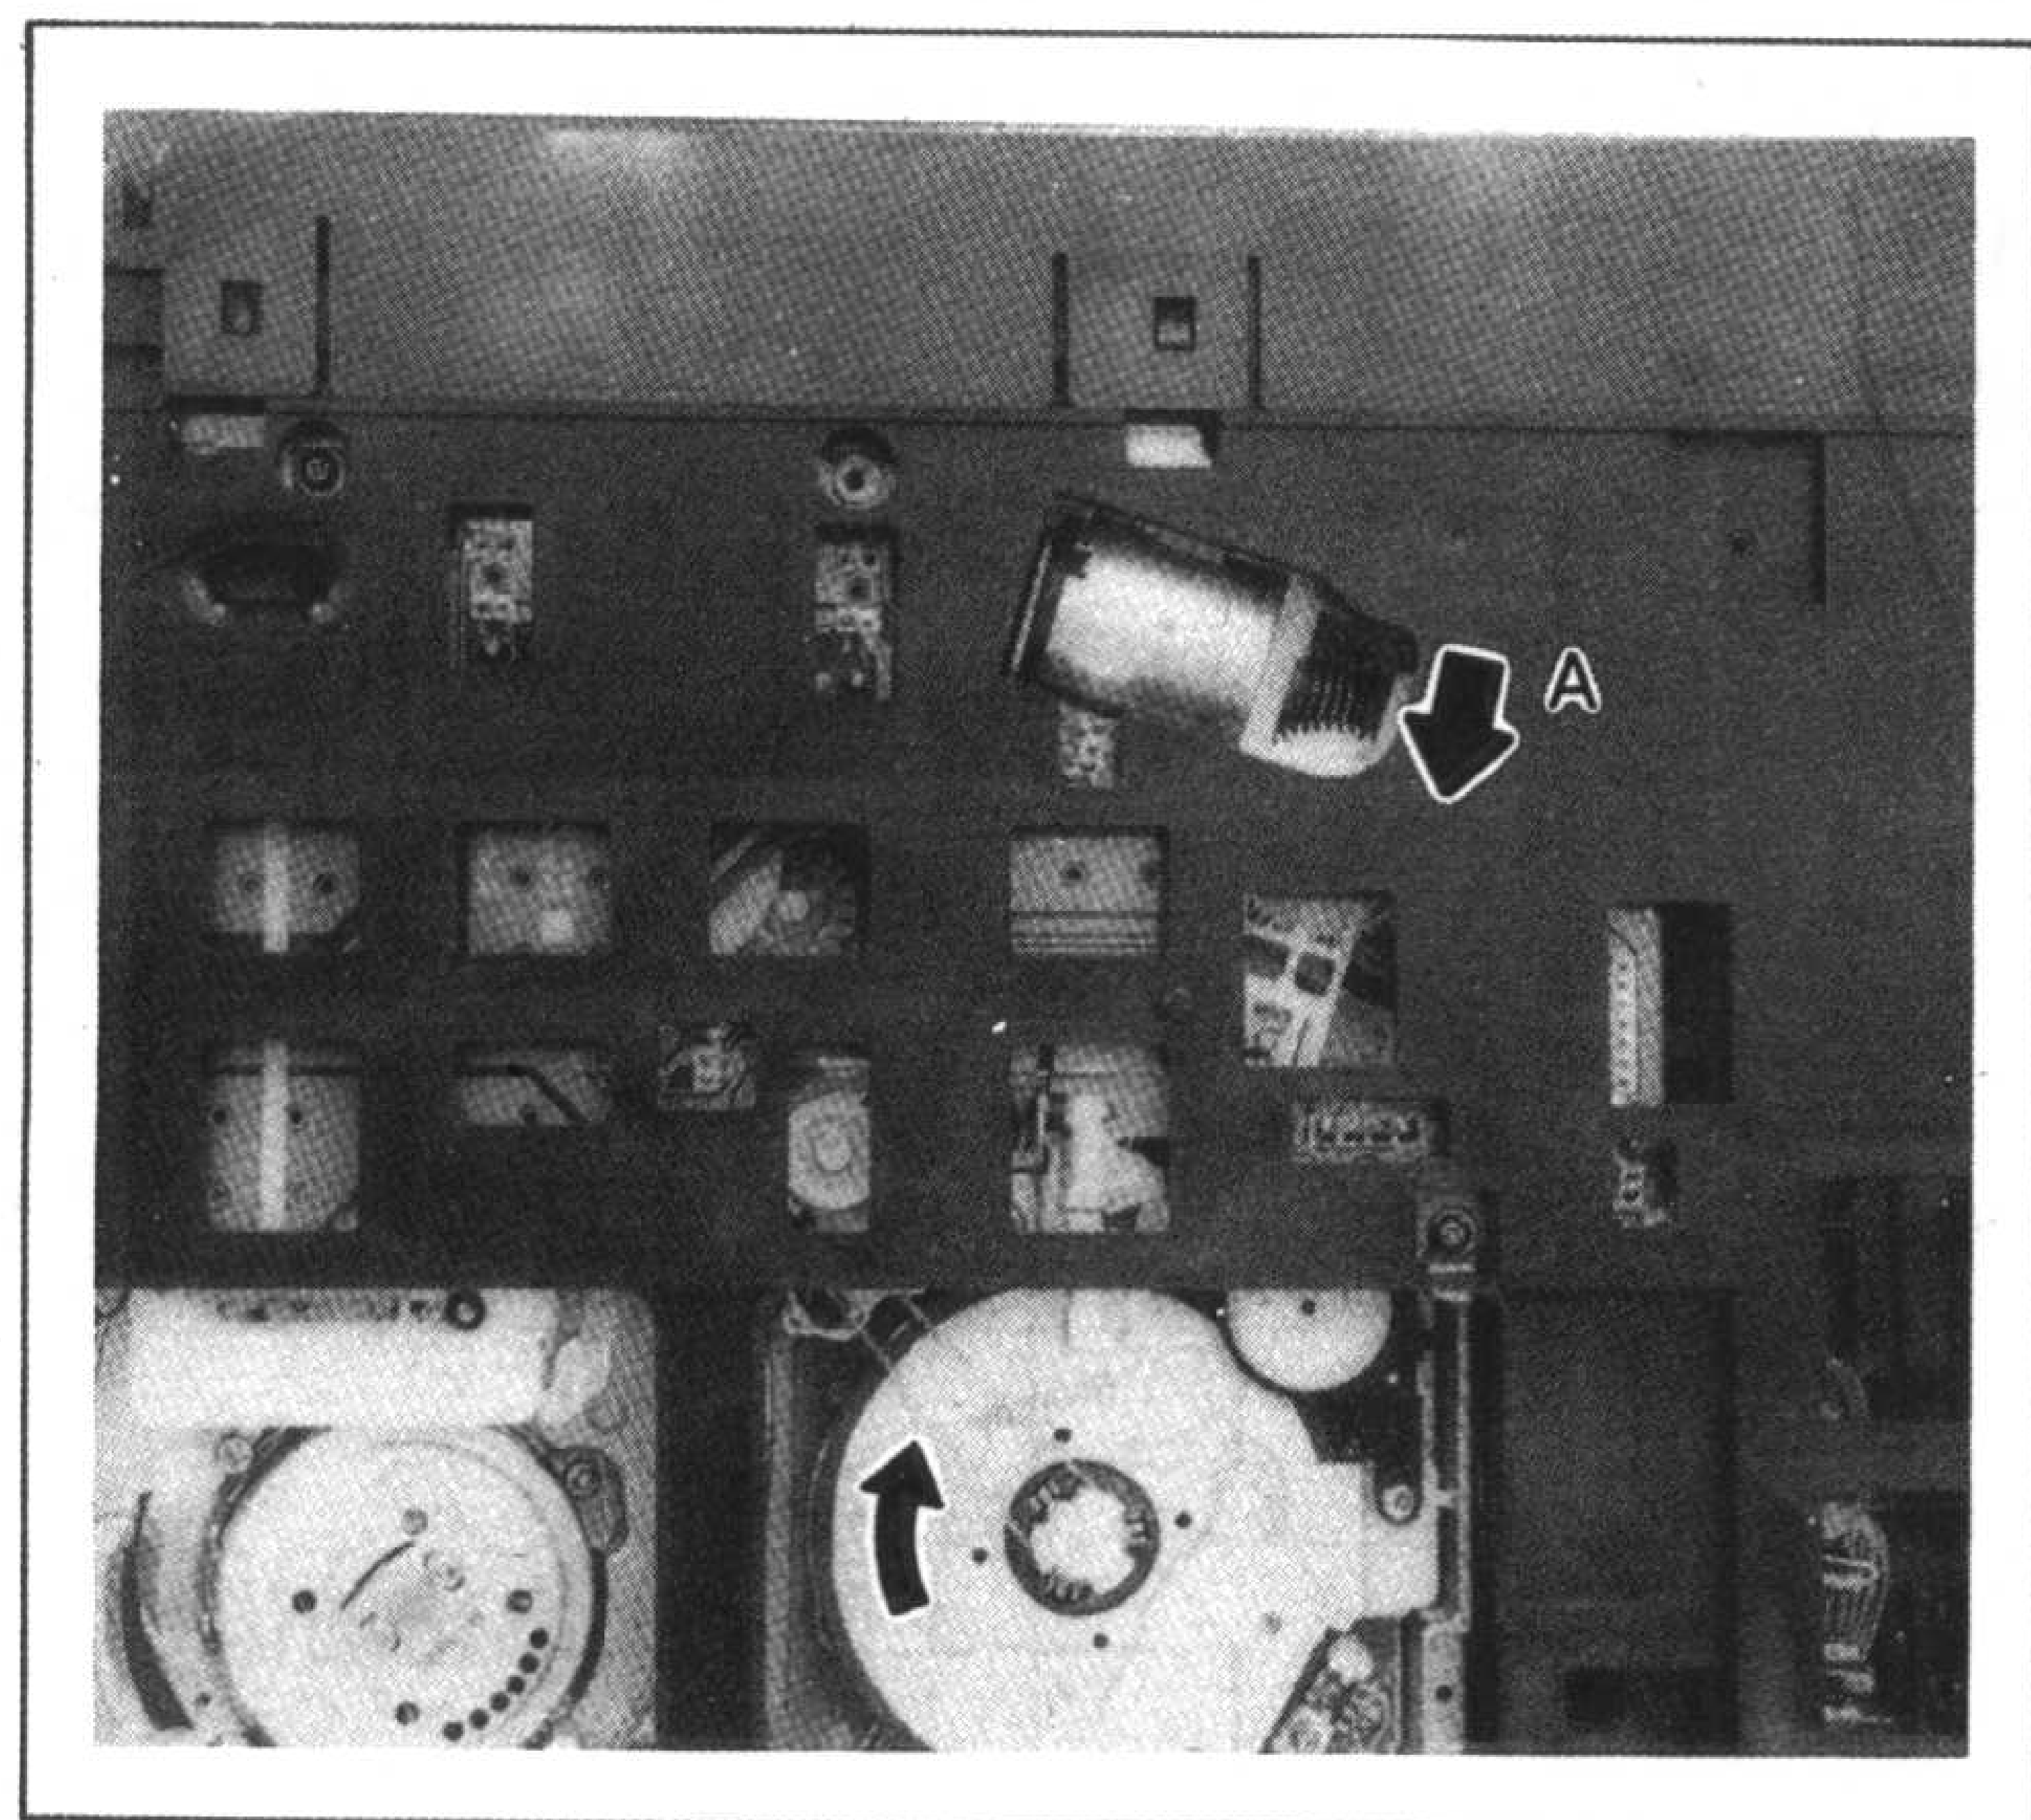

图 S7
- 2) 如图S7所示，用手指将蜗轮转动到“A”箭头方向，将加载柱移动至卸载位置。